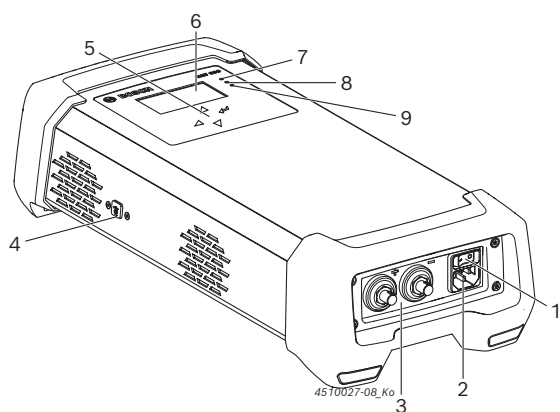

Рис. 1: Вид спереди BAT 690
2. Включить BAT 690 выключателем вкл./выкл. (рис. 1, поз. 1).
- ⇒ Красный светодиод (рис. 1, поз. 7) горит при подключенной или мигает при неподключенной аккумуляторной батарее.